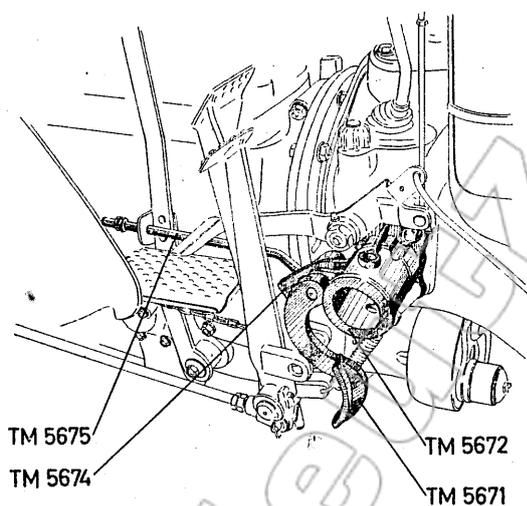

Abb. 3
3. Der **Befestigungsbock TM 5672** für das Hebewerk TM 20 506 A wird an der rechten Seite der Kupplungsglocke an der vorgesehenen Anbaufläche verschraubt. Dabei ist auf die Lagerung des Drehzahlversteigers und der Bremsrückholfedern zu achten. (Abb. 3)
muttern M12 DIN 555 gesichert. Da abgewinkelte Ende der Ausrückstange TM 5675 wird an dem am Befestigungsbock TM 5672 gelagerten Ausrückhebel TM 5674 eingeführt und durch Scheibe und Splint abgesichert. (Abb. 3)